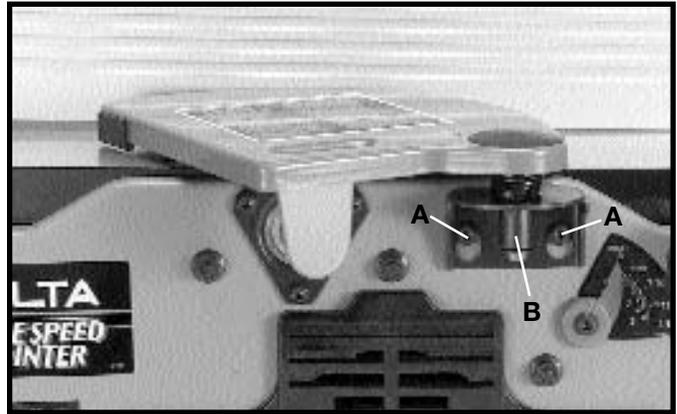

Fig. 14
2. Ensamble el soporte de montaje del protector, (B) Fig. 14, a los dos tornillos (A) como se ilustra aquí, y apriete entonces los dos tornillos (A).